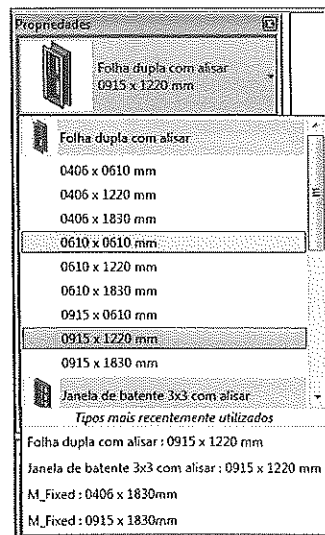

Figura 8.32 – Seleção de um tipo de janela.
1. Na aba **Arquitetura > Janela** selecione uma janela na lista de janelas existentes, Figura 8.32.